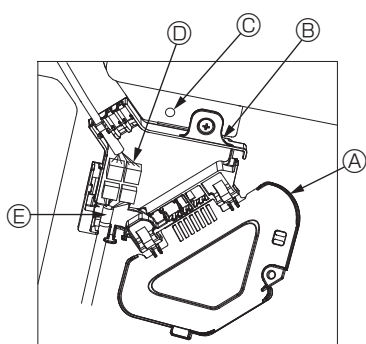

Fig. 5-9
- 2 Поместите в коннекторную коробку соединительный провод для мотора дефлектора решетки и провод мотора дефлектора. Соедините провода. (Fig. 5-9) Существует два разъема мотора дефлектора: синий и оранжевый. Убедитесь, что при подключении цвета совпадают.